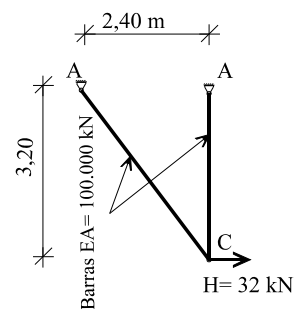

Figura 7
7) Para la estructura de dos barras triarticuladas de la figura 7, sometida a la carga horizontal *H*, se pide: